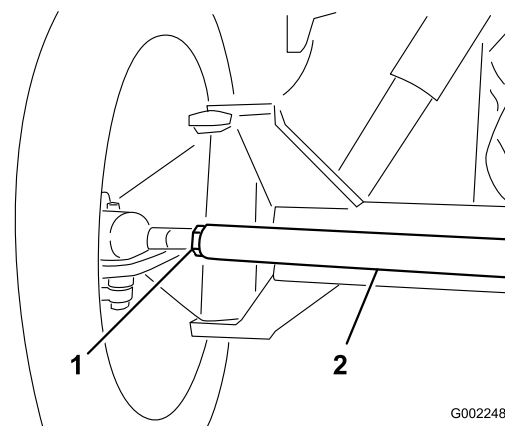

Figura 91
3. Si la distancia no está en el intervalo especificado, afloje las contratuercas en ambos extremos de la biela (Figura 91).